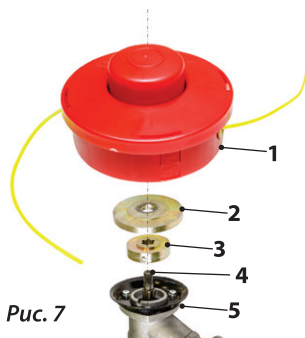

Рис. 7
4.5. Установка кассеты с леской (рис. 7).